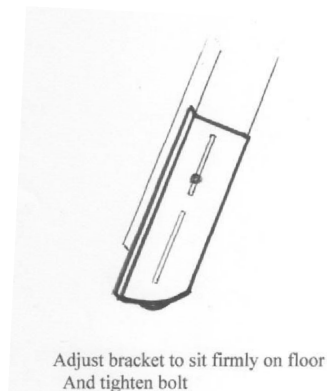

Abb. 5.
1. Befestigen Sie bei vollständig geöffneter Leiter die einstellbaren schwarzen Metallverlängerungen an der Unterseite **jeder** Seite der Leiter. Siehe Abb. 5.